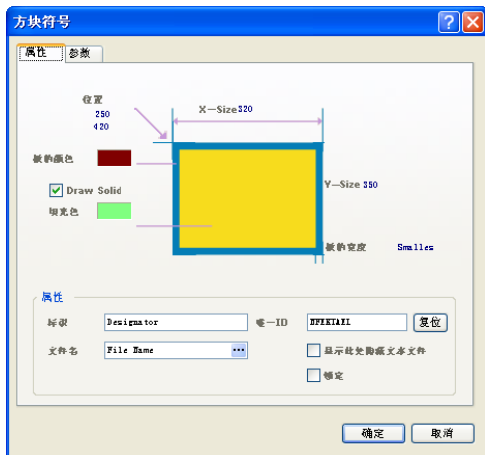
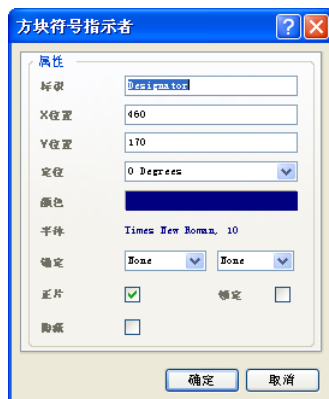

图 15-10 “方块符号”对话框
图 15-11 “方块符号指示者”对话框
Step2 单击“连线”工具栏中的  (放置图纸符号) 按钮或单击菜单栏中的“放置”→“图表符”命令,此时光标将变为十字形状,并带有一个原理图符号标志,单击完成原理图符号的放置。双击需要设置属性的原理图符号或在绘制状态时按 Tab 键,系统将弹出如图 15-10 所示的“方块符号”对话框,在该对话框中进行属性设置。双击原理图符号中的文字标注,系统将弹出如图 15-11 所示的“方块符号指示者”对话框,进行文字标注。重复上述操作,完成 9 个原理图符号的绘制。完成属性和文字标注设置的层次原理图顶层电路图如图 15-12 所示。